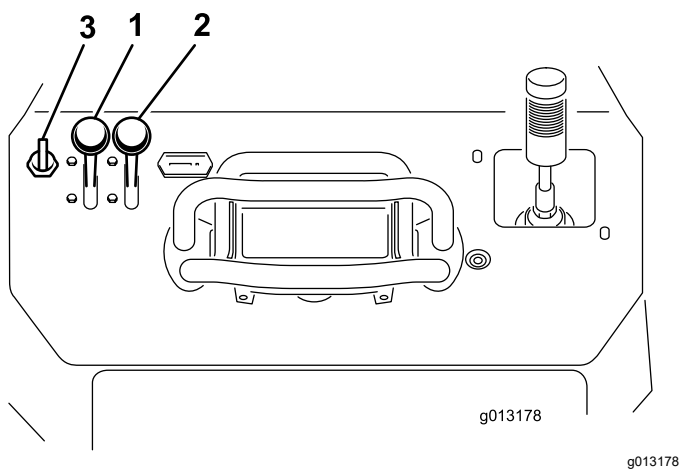

Figura 17
1. Portate la leva dell'acceleratore al centro tra le posizioni di MINIMA e MASSIMA (Figura 17).
2. Spostate la leva dello starter in posizione di ACCENSIONE (Figura 17).
3. Ruotate la chiave in posizione di ACCENSIONE (Figura 17). Rilasciate la chiave quando il motore si avvia.
4. Spostate gradualmente lo starter in posizione di SPEGNIMENTO (Figura 17). Se il motore si ferma o esita, riavviate lo starter finché il motore non si sarà scaldato.
5. Spostate la leva dell'acceleratore nella posizione desiderata (Figura 17).